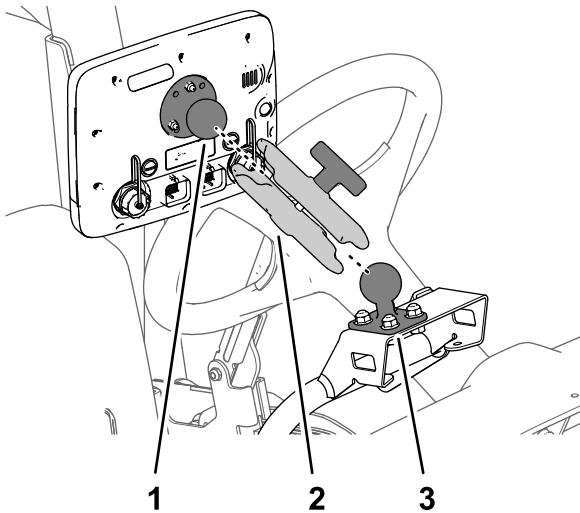

Figure 165
3. Engagez la rotule du moniteur et le support à rotule situé sur la machine dans le bras du moniteur (Figure 165).
4. Ajustez le moniteur pour qu'il soit visible par l'opérateur de la machine et serrez le bouton du bras du moniteur à la main (Figure 165).